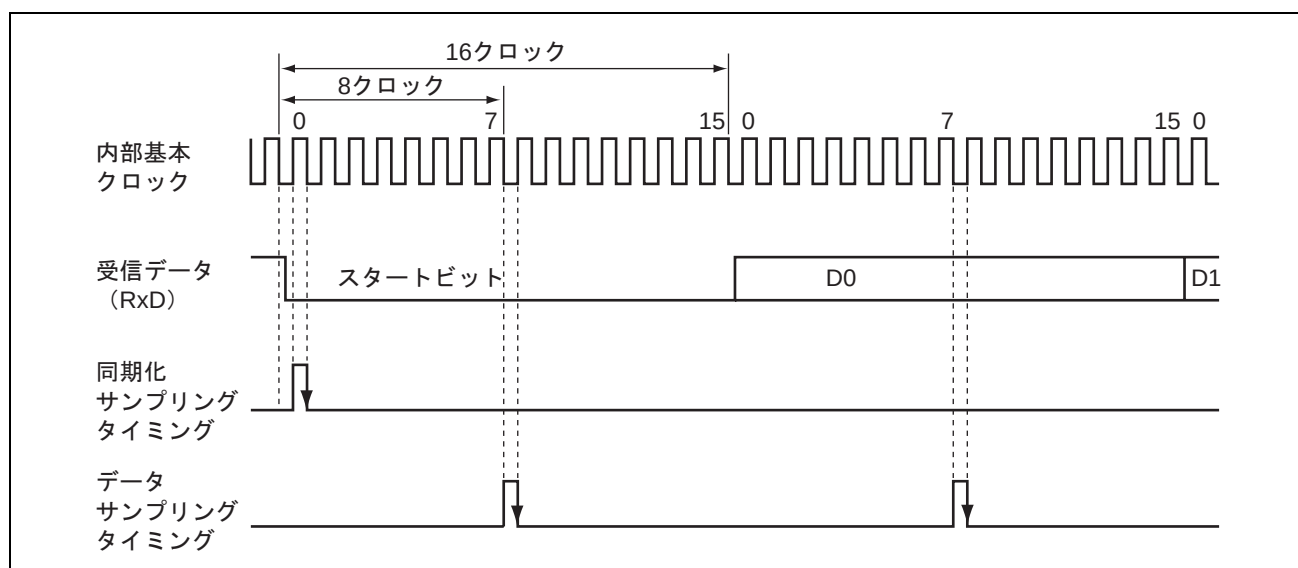

図 14.3 調歩同期式モードの受信データサンプリングタイミング
調歩同期式モードでは、SCI はビットレートの 16 倍の周波数の基本クロックで動作します。受信時はスタートビットの立ち下がり基本クロックでサンプリングして内部を同期化します。また、図 14.3 に示すように受信データを基本クロックの 8 ヶ目の立ち上がりエッジでサンプリングすることで、各ビットの中央でデータを取り込みます。したがって、調歩同期式モードでの受信マージンは式 (1) のように表すことができます。